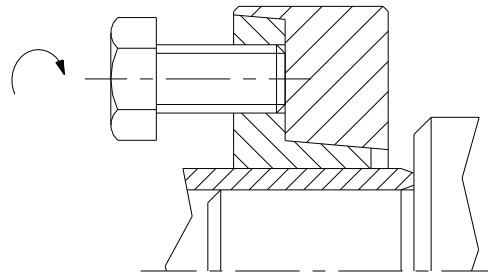

Bild 9: Lösen des Spannsatzes KTR 620
- Separate Schrauben in die Abdrückgewinde des Innenringes (Bauteil 2) einschrauben (siehe Bild 9). Anzahl der Schrauben z_1 und Gewindegröße M_1 entsprechend Tabelle 1 auswählen.